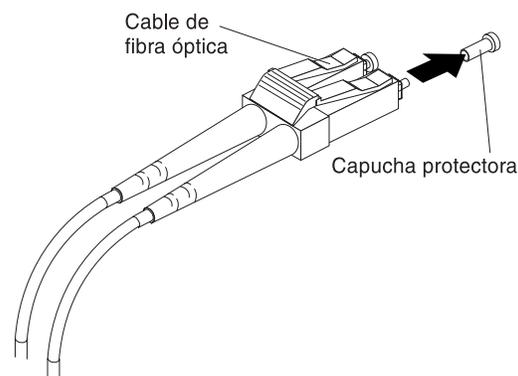

Figura 17. Extracción de las capuchas protectoras del cable de fibra óptica
3. Retire las dos capuchas protectoras de un extremo del cable LC-LC, tal como se muestra en la Figura 17. Guarde las capuchas protectoras para volver a utilizarlas posteriormente.